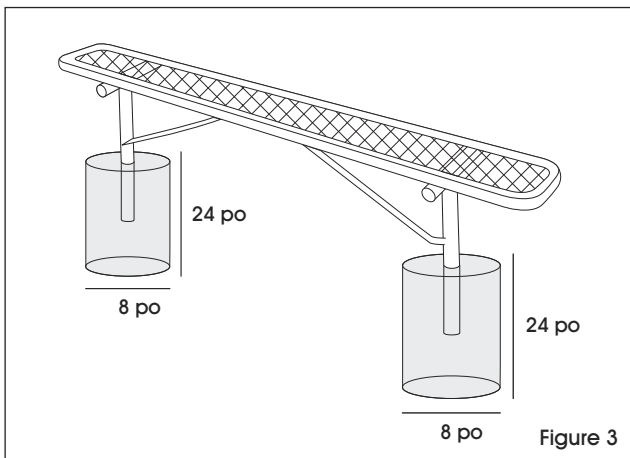

Figure 3
6. Measure the distance between the center of each leg and dig two holes 24" deep and 8" wide to match. (See Figure 3)
6. Mesurez la distance entre le centre de chaque patte et creusez deux trous correspondants de 24 po de profondeur et 8 po de largeur. (Voir Figure 3)